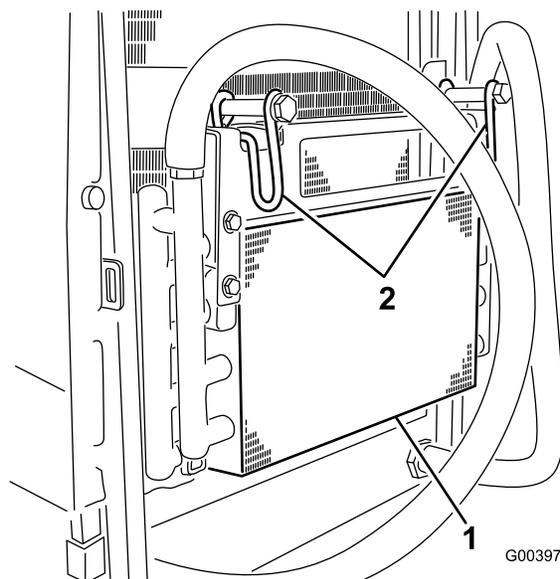

Figura 101
7. Gire los 2 cierres del enfriador de aceite hacia dentro e incline el enfriador de aceite (Figura 101).